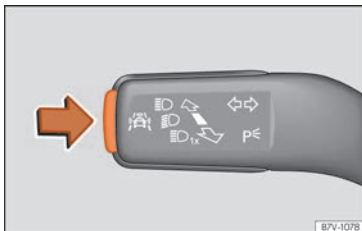

Abb. 83 Am Blinker- und Fernlichthebel: Taste für die Fahrerassistenzsysteme.
- Taste »» **Abb. 83** kurz drücken, um das Menü **Assistenten** zu öffnen.